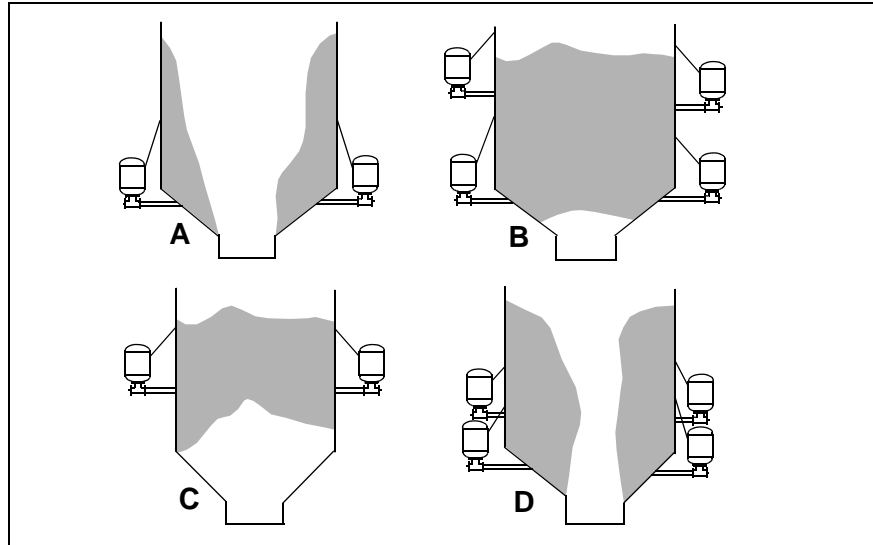

Abbildung 1: Formen von Anbackungen
Bei der BIG BLASTER® XHV Luftkanone handelt es sich um eine Materialfließhilfe für Schüttgut. Dabei wird Druckluft in einen Lagerbehälter "geschossen", um bei Anbackungen (A, Abb. 1), Brückenbildung (B und C), oder Kaminbildung (D) den Materialfluß wiederherzustellen.